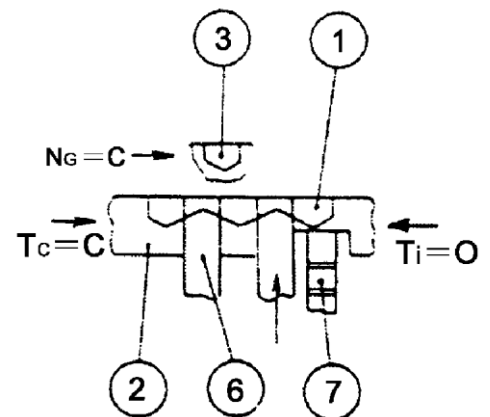

Fig. 4-8
5. Schritt (siehe Abb. 4-8)
- Wenn die **relative Drehzahl zwischen Zahnrad 11 und Schiebehülse (5)** gleich null ist, wird auch $T_i = 0$.